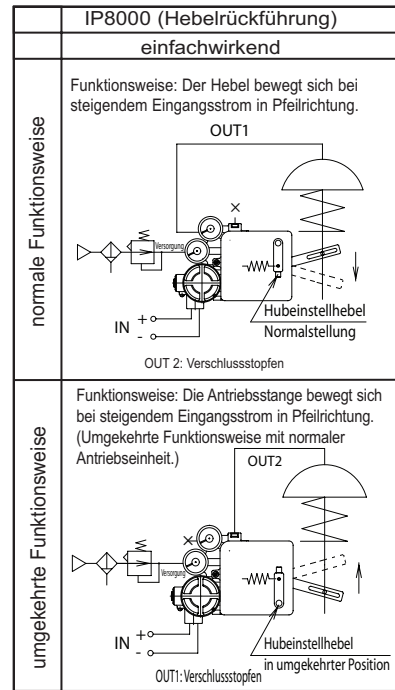

Abb.6 Normale / Umgekehrte Funktionsweise
- (1) Kontrollieren Sie, ob die Leitung korrekt an den Druckversorgungsanschluss sowie an die Anschlüsse OUT1 und OUT2 angeschlossen ist.
- (2) Sicherstellen, dass der Antrieb und der Stellungsregler fest angeschlossen sind.
- (3) Prüfen Sie, ob der Hubeinstellungshebel für die interne Rückführung an der korrekten Position (normal oder umgekehrt) befestigt ist (siehe Abb.6).
- (4) Die Verriegelung der Pilotventilschraube zum Umschalten zwischen automatischem und manuellem Betrieb überprüfen (im Uhrzeigersinn vollständig festgezogen).
- (5) Überprüfen Sie, ob die Anschlussdrähte korrekt an (+), (-) und Masse angeschlossen sind.